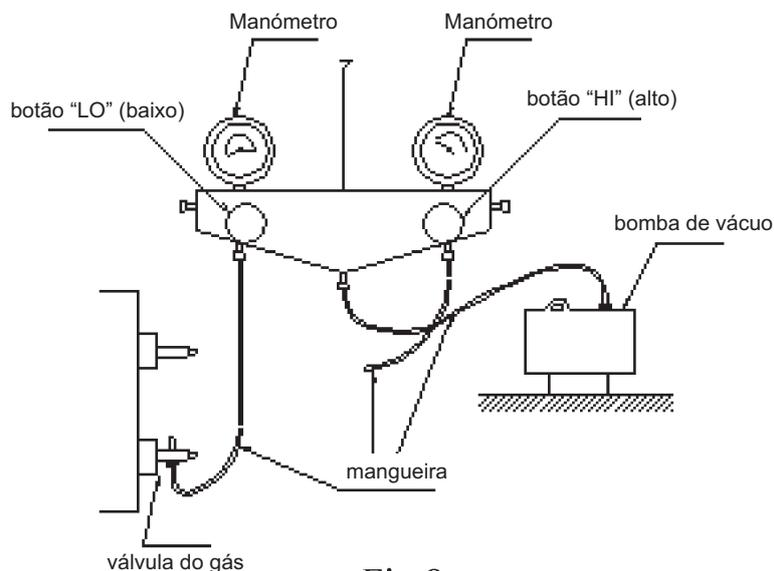

Fig.8
3. Como mostra a figura seguinte (Fig. 8), a bomba de vácuo expelle o gás da unidade interior e do tubo do refrigerante.